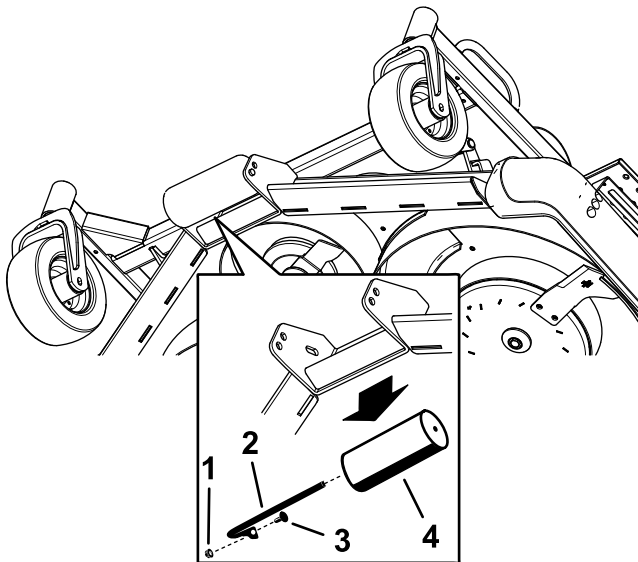

図 30
4. ローラをデッキのブラケットに固定しているシャフト、ボルト、ナットを取り外す 図 30。